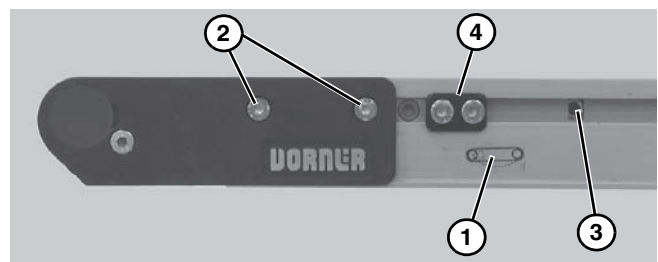

Figure 25
1. Am Spannungsende des Förderers, gekennzeichnet durch ein  Schild (**Figure 25, item 1**): An beiden Seiten des Förderers Befestigungsschrauben (**Figure 25, item 2**) lösen und Antriebsritzel (**Figure 25, item 3**) drehen, um den Kopfplattenbausatz zu justieren.
3. Nach Erreichen der korrekten Spannung Befestigungsschrauben (**Figure 25, item 2**) auf beiden Seiten des Förderers mit einem Drehmoment von 7 Nm (60 in-lb) anziehen.
4. Falls mit Nockenbausätzen (**Figure 25, item 4**) ausgerüstet, gegen Kopfplatten und Fördergurtführung positionieren. Siehe „Lauf des Fördergurts“ auf page 13.